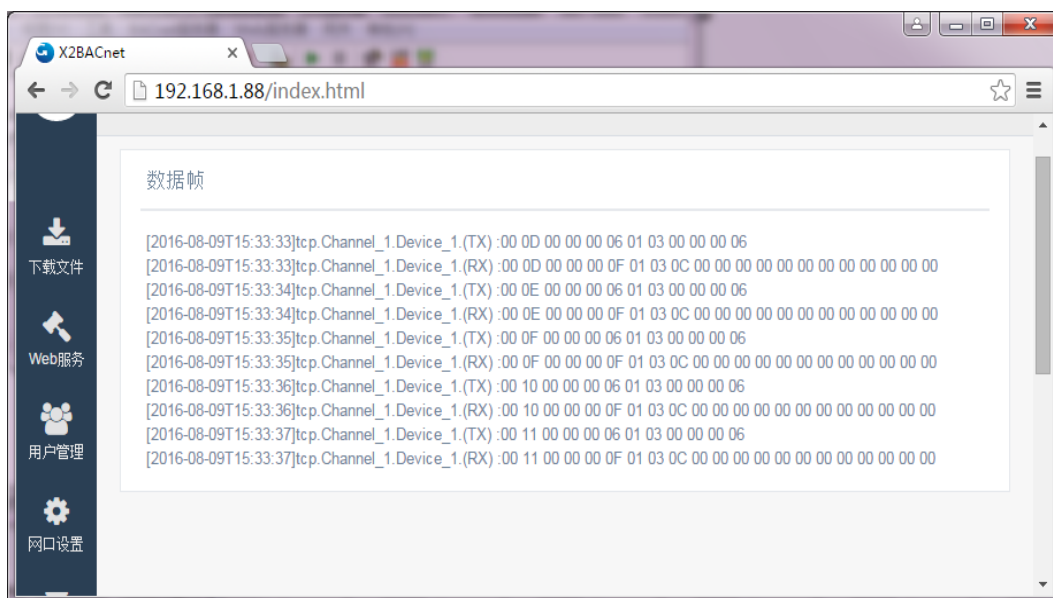

图 4-7-1 查看通讯状态
**通讯状态：**除此之外还可以在网页中查看实时动态的数据帧，方便用户直观的了解实时通讯状态，通过对数据帧的分析，可以找出故障的原因，给用户带来了很大的方便，如图 4-7-1 所示。